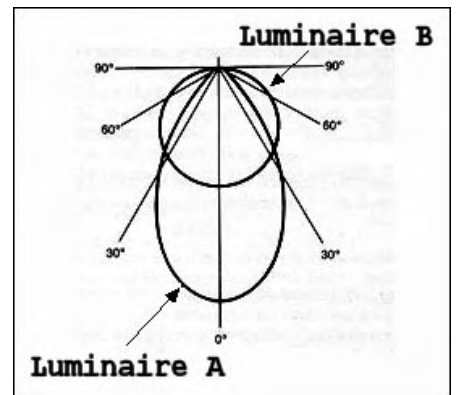

Fig.13.4
- **Le flux lumineux** – exprimé en lumens (lm) – indique la quantité globale de lumière qu'une lampe émet dans toutes les directions. Telle lampe halogène de 2000 watts (2 kW) émet, par exemple, un flux de 52000 lm. La comparaison de distribution en intensité de deux luminaires A et B peut être représentée par un diagramme. Le luminaire A offre un flux lumineux 50% plus élevé que le luminaire B. Il couvre en effet une plus grande surface sur le diagramme (fig.13.4).